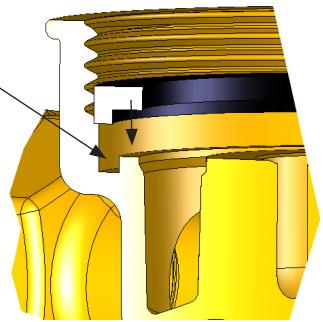

Bild 3 [Einlegen der Formmdichtung]
- Mitgelieferte Formdichtung mit großer Planfläche nach oben in die Vormontage einlegen (*Bild 3*).